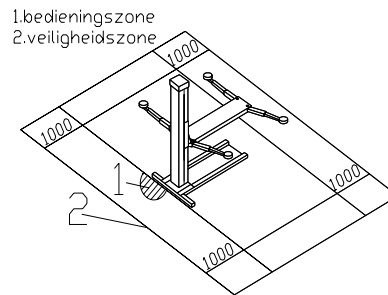
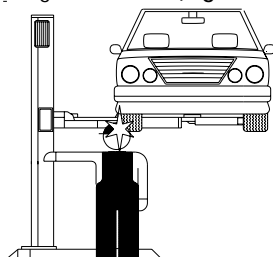

Fig.6
Fig.7
Tijdens stijg- en daalbewegingen moet de bediener zich in de bedieningszone (1) bevinden, zoals aangegeven in Fig.6 .De aanwezigheid van personen in de veiligheidszone (2) is ten strengste verboden. De aanwezigheid van personen onder het voertuig is alleen toegestaan als het voertuig geparkeerd is in de geheven stand.
De veiligheidszone (Fig.6) wordt gedeeltelijk bepaald door de afmetingen van het voertuig.
Dit is mogelijk als de bediener niet op de aangewezen positie bij de bedieningskast staat, als de hefbrug met voertuig daalt is het de bediener niet toegestaan om gedeeltelijk of helemaal onder het dalend object te staan. Tijdens deze fase moet de bediener in de bedieningszone staan (Fig.7 + Fig.6).